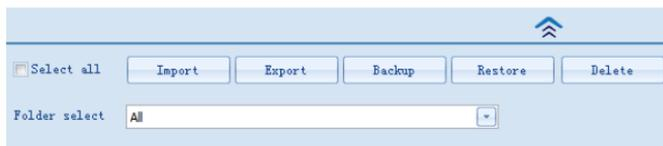

Figura 2-5
- (2) Haga clic en el icono , para que aparezcan más elementos de configuración, Como se muestra en la Figura 2-5, Puede elegir configurar “Import”, “Export”, “Backup”, “Restore”, “Delete” y otras configuraciones de la información del paciente, y puede elegir la ruta para mostrar el archivo de datos, Como se